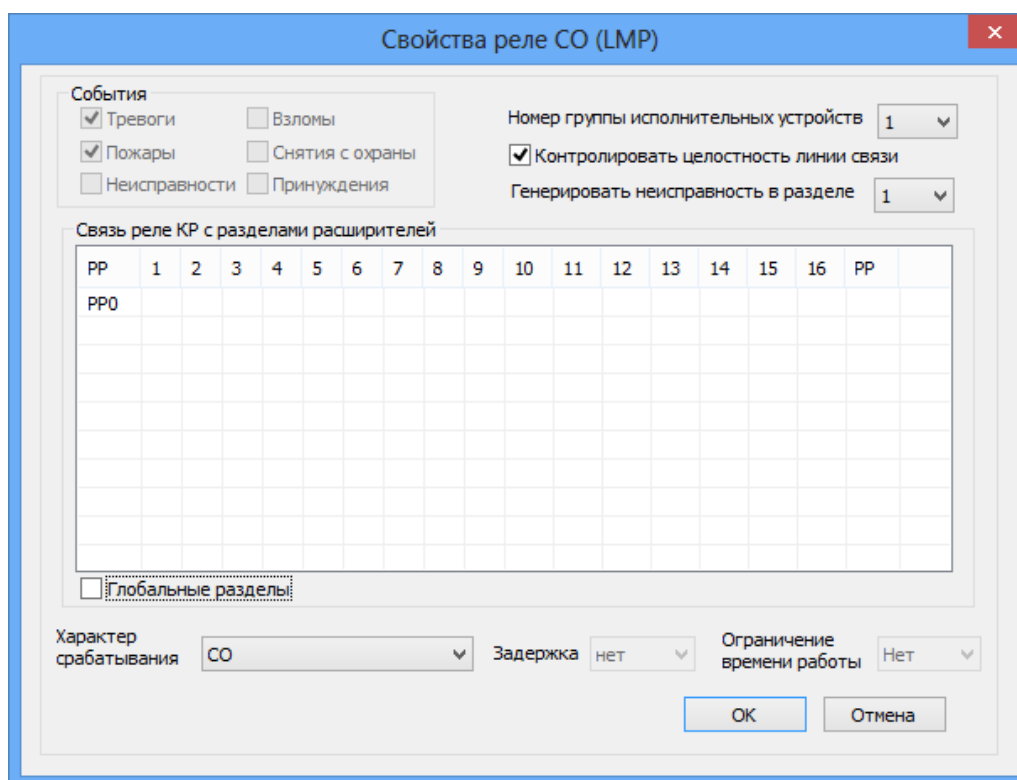

Рис. 31
Для расширителей РРОП2 для реле 3O и CO можно установить характер срабатывания световое оповещение (CO) рис.31. В этом случае реле срабатывает по тревогам и пожарам, следующим образом: если взяты все связанные разделы – реле замкнуто, если снят хотя бы один раздел – реле разомкнуто, в случае тревоги – меандр с периодом 1 секунда. Если установлен флажок глобальные разделы реле срабатывает по событиям в глобальных разделах.